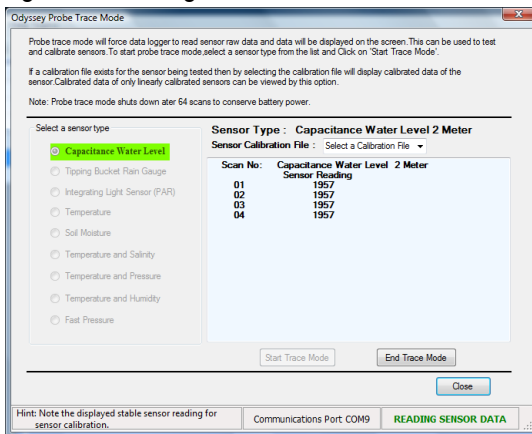

Figura 7. Ventana que muestra los datos de capacitancia en tiempo real
3.2.6 El programa mostrará los datos de capacitancia que da el limnógrafo en una ventana como la siguiente. Ver figura 7.